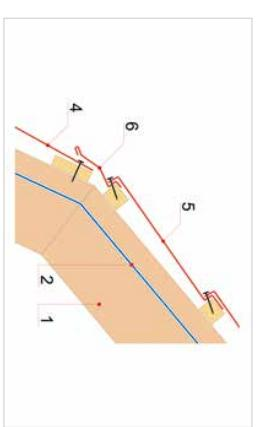

Рисунок 23
**5.6.1** На внешнем изломе монтируются карнизные панели ДЕКРА, которые крепятся к брускам шаговой обрешетки, под верхнюю кровельную панель (Рисунок 23).